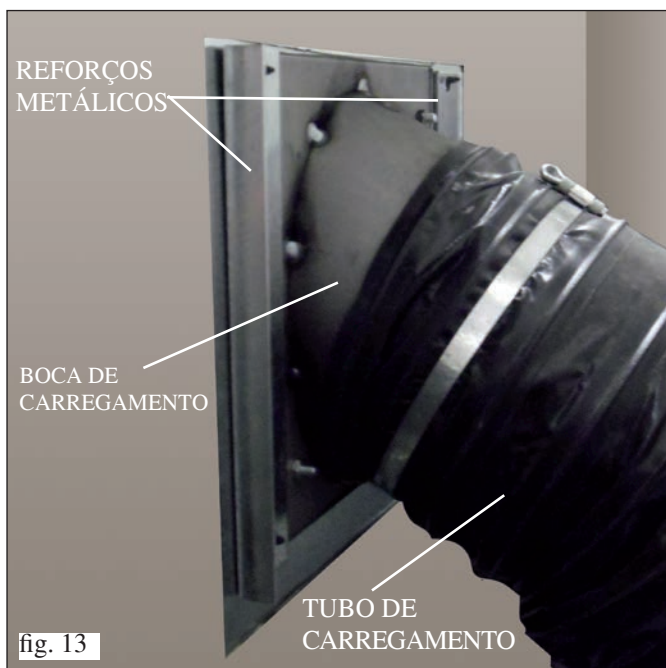

fig. 13
- Fixar a boca de carregamento na coifa por meio dos parafusos autorroscantes fornecidos, utilizando os orifícios presentes na estrutura da mesma. Reforçar o gesso acartonado aplicando na parte posterior os perfis metálicos (fig. 13).
INSTALAÇÃO DO TUBO DE CARREGAMENTO (fig. 13 e 14).
- Fixar o tubo flexível na boca, na boca de carregamento, por meio das faixas fornecidas (fig. 13)